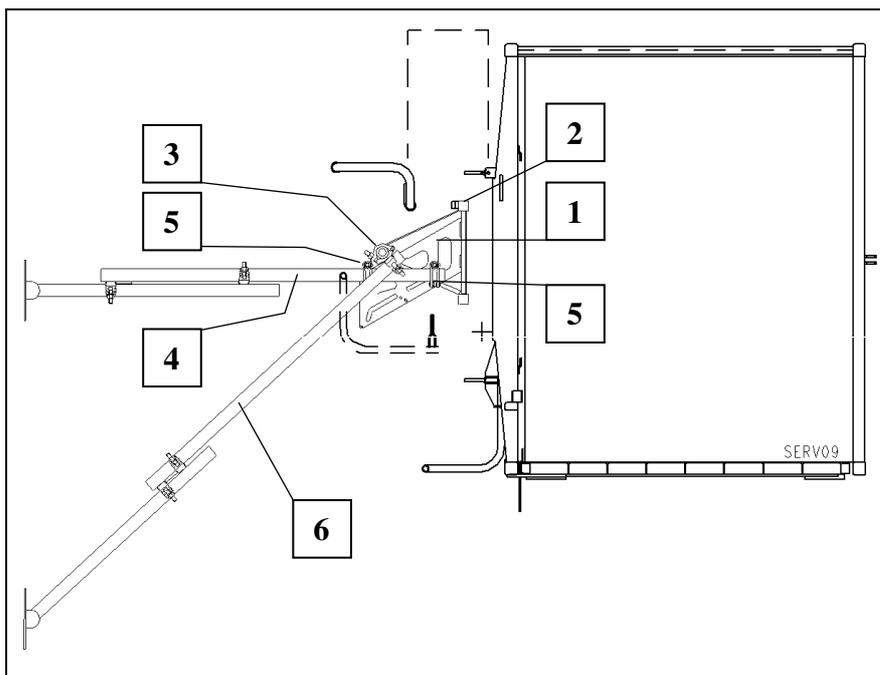

Fig. 22 Masthalterung
- Die rechtwinkelige Ausrichtung des Mastes kann durch die beiden Gerüstkupplungen (Fig. 22 Pos.5) vorgenommen werden.